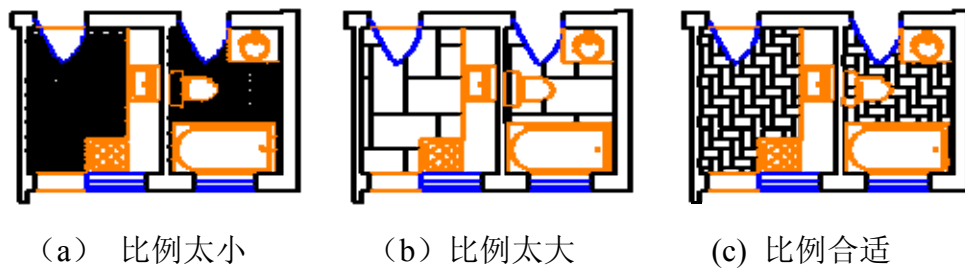

图 4-9 预览填充结果
- 1) 执行 Hatch (H) 命令。
- 5) 在“边界”标签页中，点击“添加：拾取点”按钮后，在要填充的厨卫间内点击一点来选择填充区域，预览填充结果如图 4-9 所示。
5) 调整填充图案比例。在图 4-9 中，比例为“1”时出现 (a) 情况，说明比例太小；重新设定比例为“10”，在“边界”标签页中，用鼠标再次选择填充区域，出现 (b) 情况，说明比例太大；改变比例，不断重复以上步骤，当比例为“3”时，出现 (c) 情况，说明此比例合适。